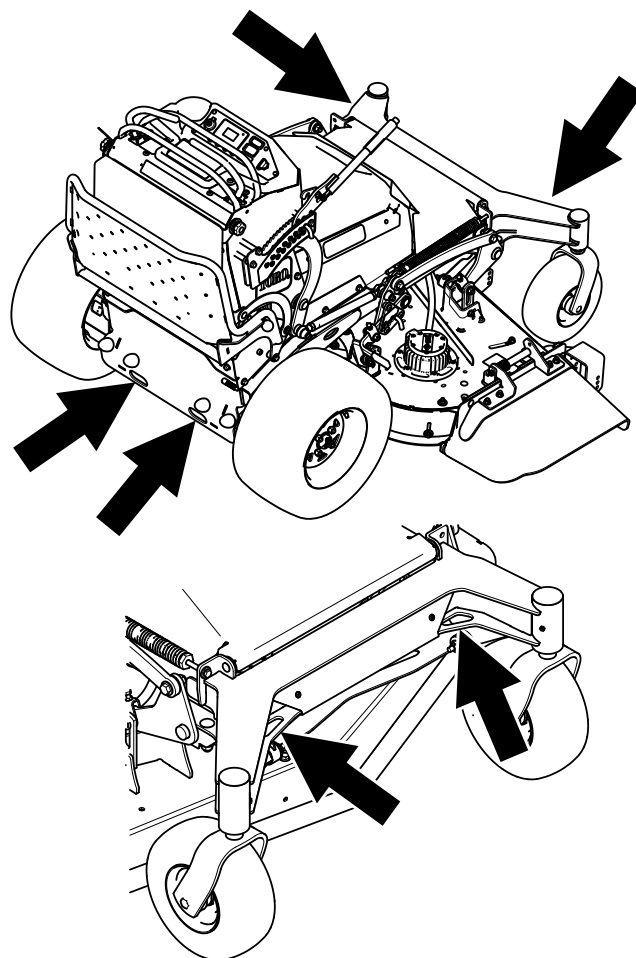

Figure 40
7. Arrimez la machine près des roues pivotantes avant ou dans les trous du cadre avant, et dans les trous du pare-chocs arrière à l'aide de sangles, chaînes, câbles ou cordes (Figure 40). Reportez-vous à la réglementation locale concernant les exigences en matière d'arrimage.